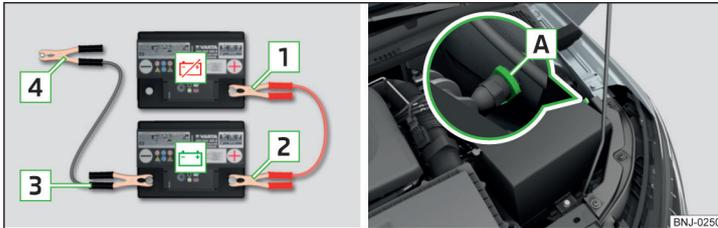

Fig. 188 Auxílio de arranque: - bateria descarregada, - bateria fornecedora de corrente / ponto de massa do motor no sistema START-STOP
- Nos veículos **com** o sistema START-STOP, fixar a pinça **4** no ponto de massa do motor **A** » Fig. 188.